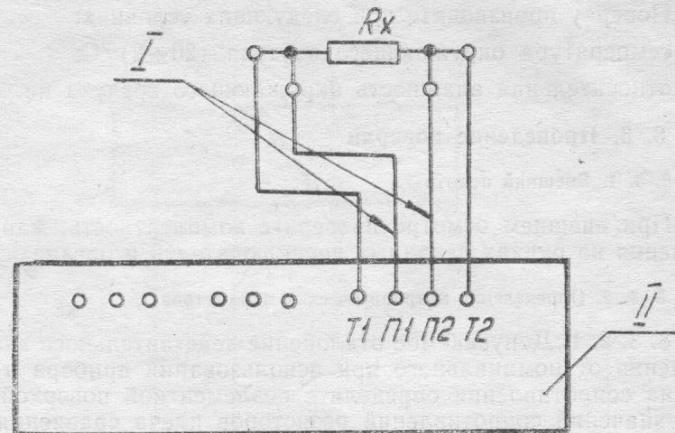

Рис. 11.
7. 9. 3. Подключите измеряемое сопротивление к зажимам «Т1», «П1», «П2», «Т2» (рис. 11); при измерении сопротивлений образцовых катушки к зажимам «П1», «П2» подключите выводы «I1», «I2».